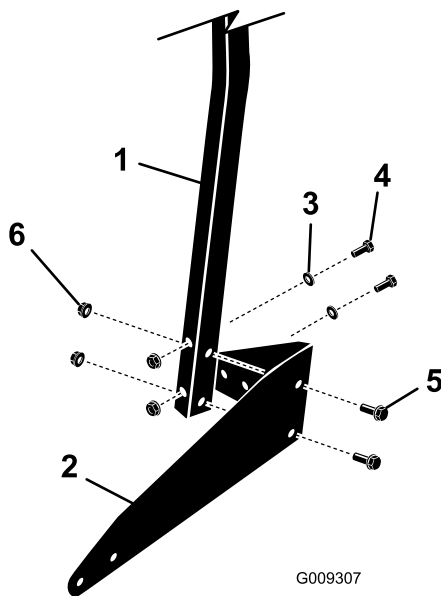

図 2
- A. サポートブラケットを、後サポートチューブに取り付けるボルト5/16 x 2-3/4 インチ4本、ボルト5/16 x 1-3/4 インチ4本、平ワッシャ5/16 インチ4枚、フランジナット5/16 インチ8個を使用し、図2のように取り付ける。